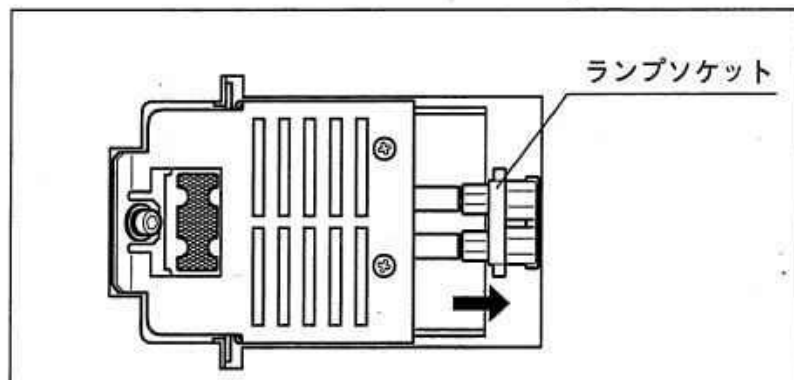

図7.6
- ランプ交換の際に、図7.6にあるランプソケットを引っ張らないでください。断線により、感電するおそれがあります。